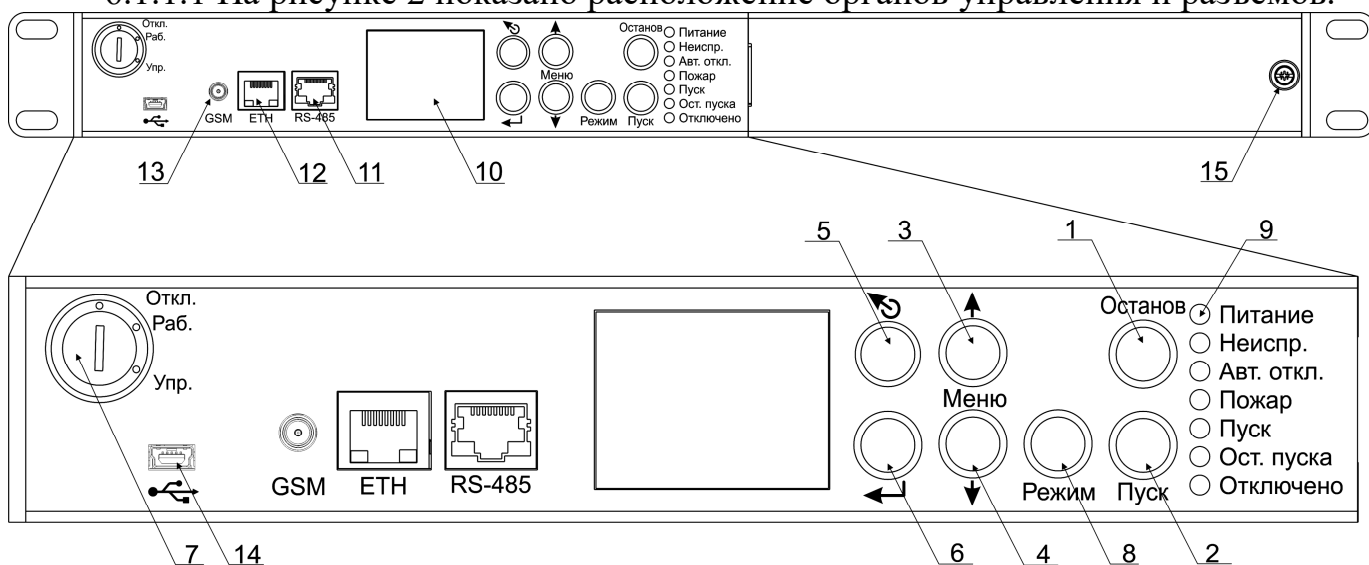

Рисунок 2
6.1.1.3 Перечень органов управления, разъемов (см. рисунок 2) и их назначение: